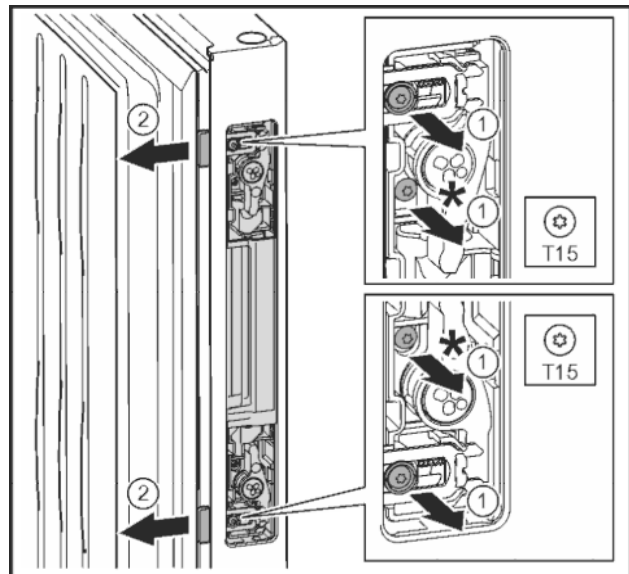

Fig. 31
- ▶ Schrauben samt grauem Kunststoffmantel mit Schraubendreher T15 herausdrehen *Fig. 31 (1)*
- ▶ Türöffnungsschieber kraftvoll herausziehen. *Fig. 31 (2)*